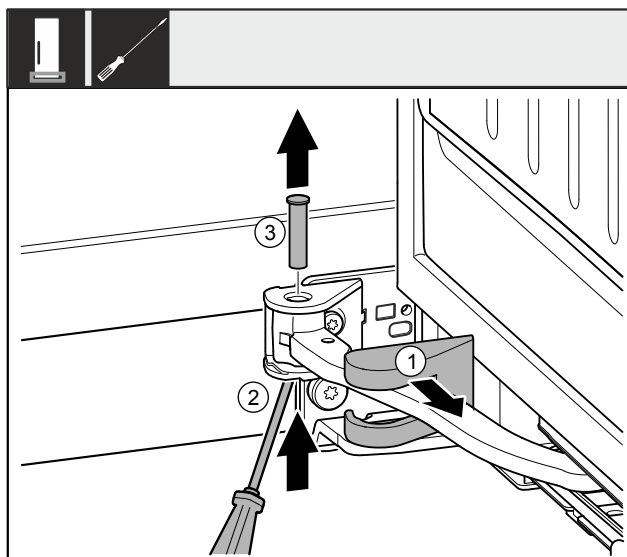

Fig. 9
- ▶ Stáhněte kryt stojanu ložiska Fig. 9 (1) a posuňte podél kloubu.
- ▶ Čep Fig. 9 (2) zespolu nadzvedněte šroubovákem.
- ▶ Čep Fig. 9 (3) vytáhněte shora.